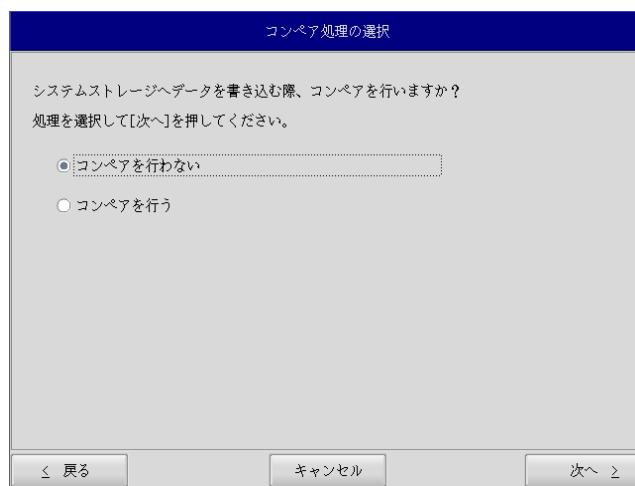

図 5-3-5. コンペア処理選択画面
⑩ コンペア処理の選択画面（図 5-3-5）が表示されます。